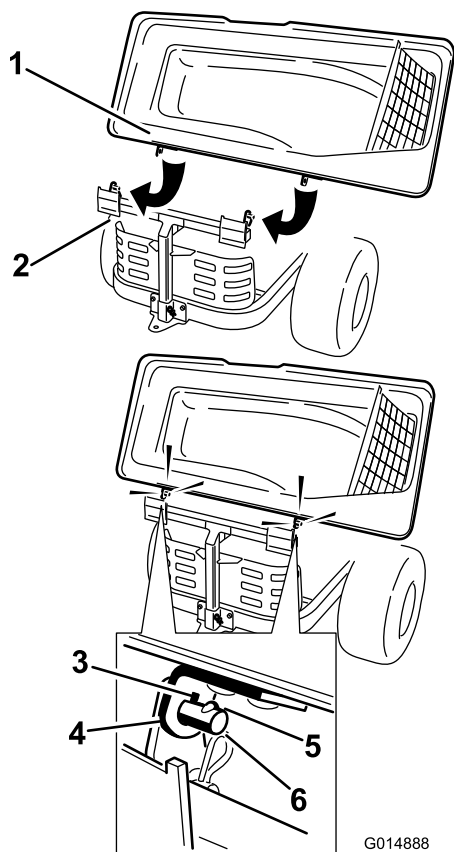

Bild 17
2. Drehen Sie die Abdeckung des Heckfangsystems, um die Schlüssellocher in den oberen Halterungen des Heckfangsystems mit den Schlüsseln in den Pfosten am Rahmen des Heckfangsystems auszufluchten (Bild 17).